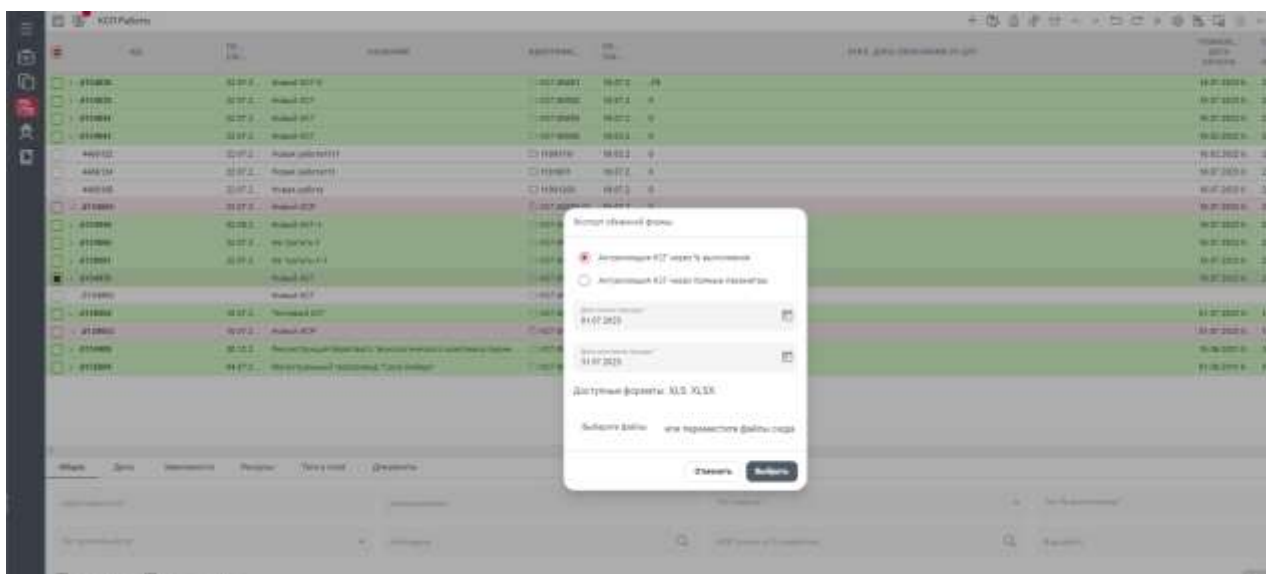

Рисунок 141 – Расчет расписания
7. После импорта выполнить расчет расписания (Рисунок 141) на новую отчетную дату* (дата окончания импортируемого периода).